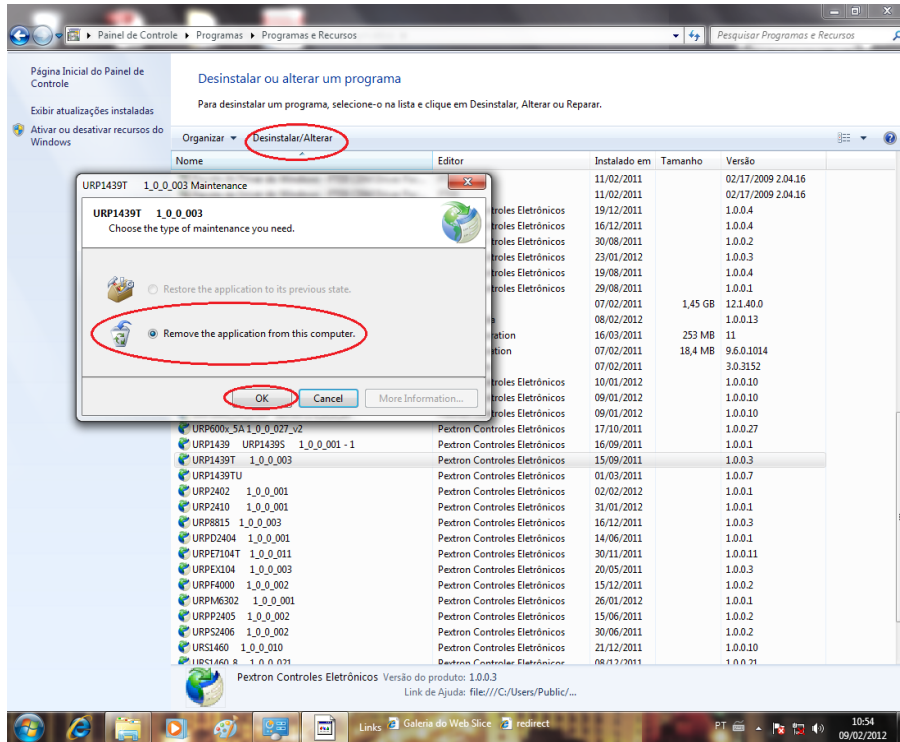

Figura B4: Processo de desinstalação da versão do aplicativo atual.
- ✓ Clique em **“Desinstalar ou alterar um programa”** conforme mostra a figura B4;